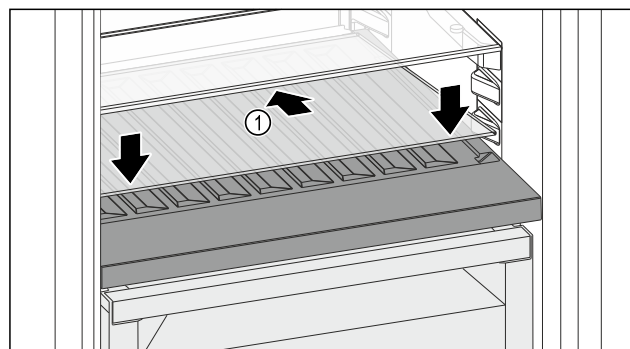

Fig. 125
- Pange klaasplaat Fig. 125 (1) kaldu ja tahapoole alla suunatud kohale.
- Langetage klaasplaat Fig. 125 (1) ees.